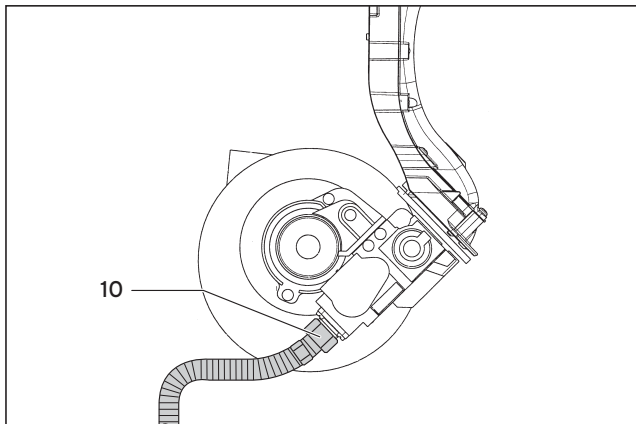

Рис. 7.4 Подсоединение гибкого газопровода
- Подсоедините с помощью накидной гайки гибкий газопровод (10) с новой уплотнительной прокладкой (№ запасной части 98-0012) к газовой арматуре (рис. 7.4). При этом используйте грани для ключа на гибком газопроводе для удержания от проворачивания.
- Подсоедините два штекера :провода розжига и провода заземления к электроду розжига (6).
- Подсоедините кабели (9) к двигателю вентилятора и кабель (8) к газовой арматуре.
**Проверьте герметичность подключения гибкого газопровода (10) с помощью средства для поиска утечек (рис. 7.4).**